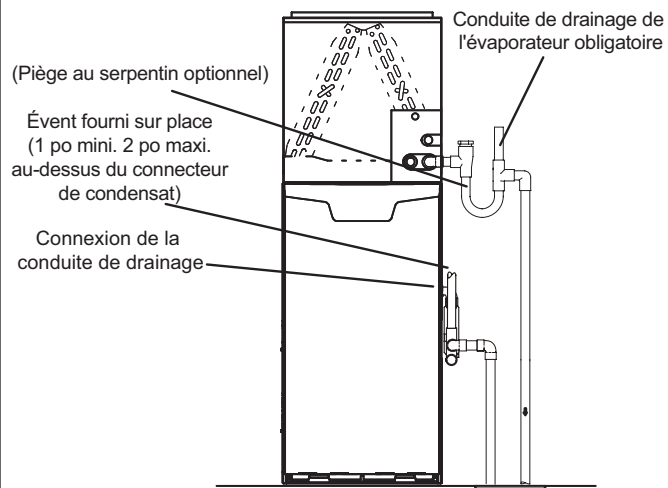
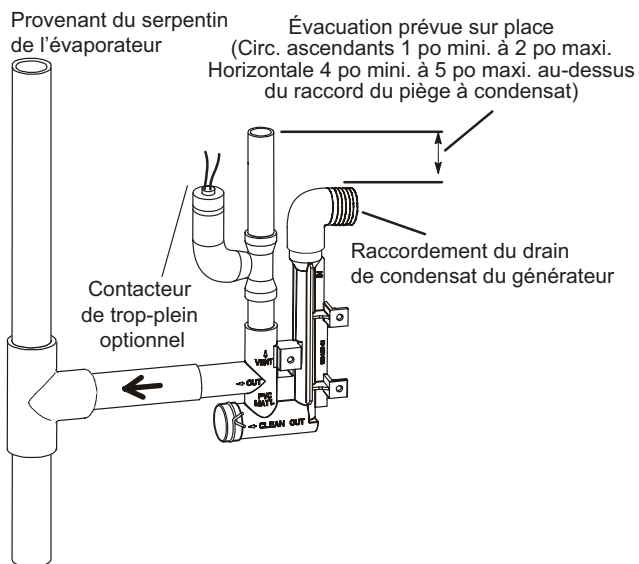
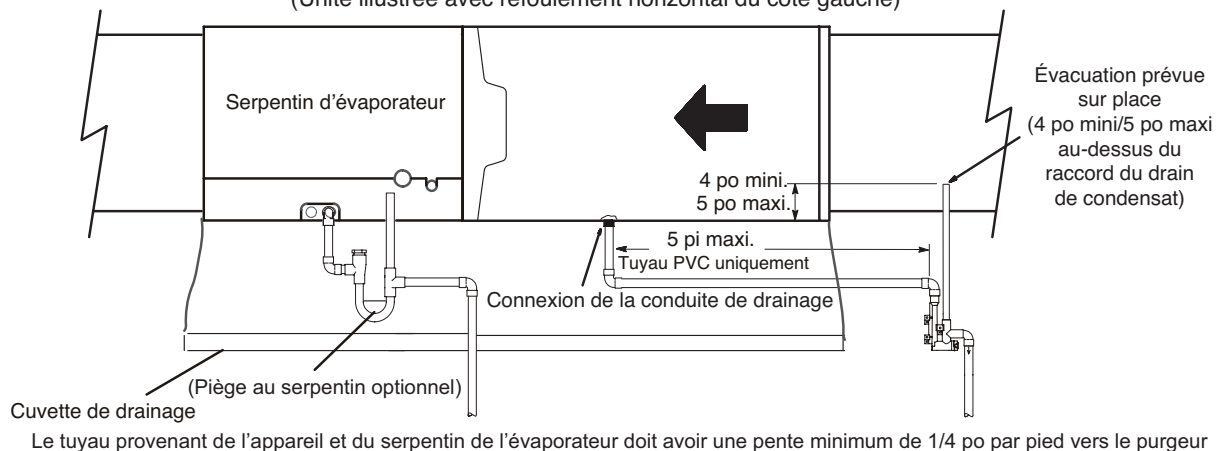
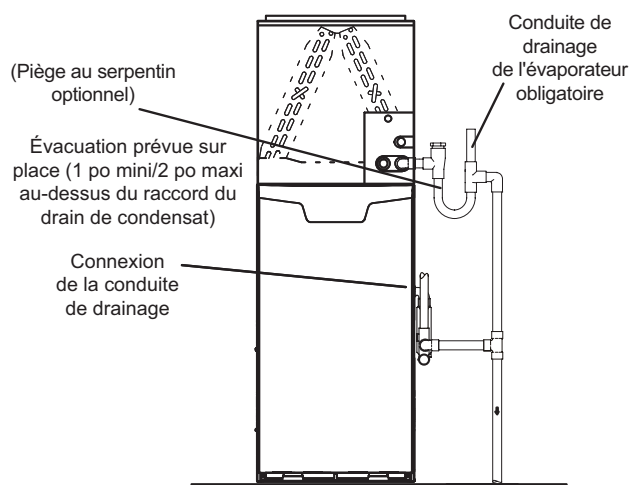

FIGURE 50
FIGURE 49
FIGURE 51
FIGURE 52
- 5 - La FIGURE 50 et la FIGURE 51 montrent l'appareil et le serpentin d'évaporateur utilisant un drain séparé. Si nécessaire la conduite de condensat de l'appareil et celle du serpentin d'évaporateur peuvent s'écouler ensemble. Reportez-vous à la FIGURE 49, la FIGURE 52 (configuration ascendante) et à la FIGURE 53.